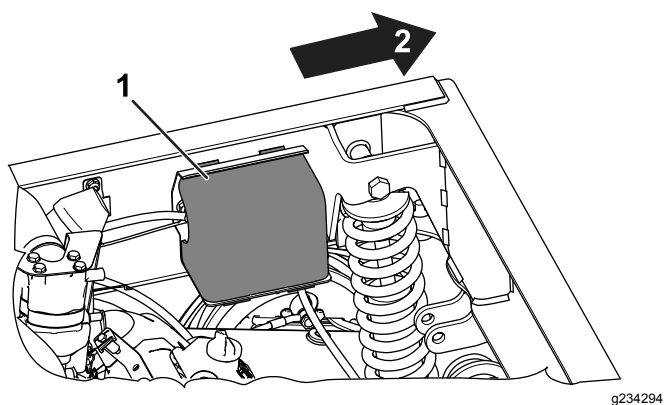

Figura 4
1. Retire a cobertura do solenóide arranque/funcionamento (Figura 4).